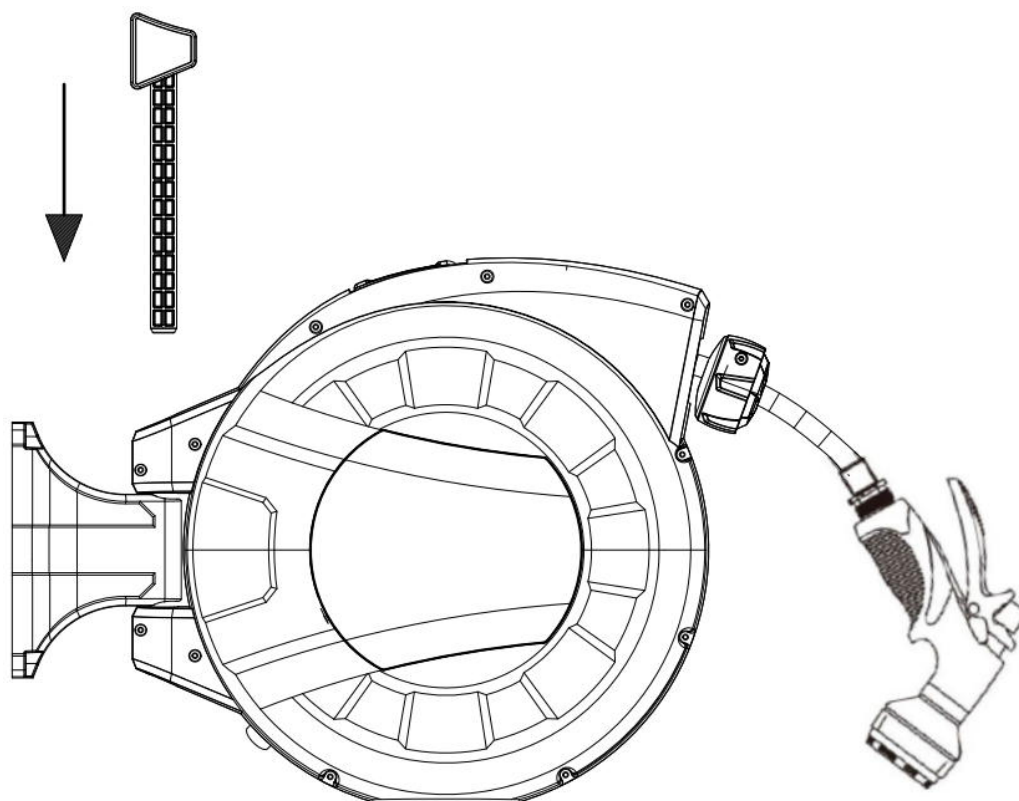

Fig.3
5. Collegare l'avvolgitubo alla staffa di montaggio (Fig.3).